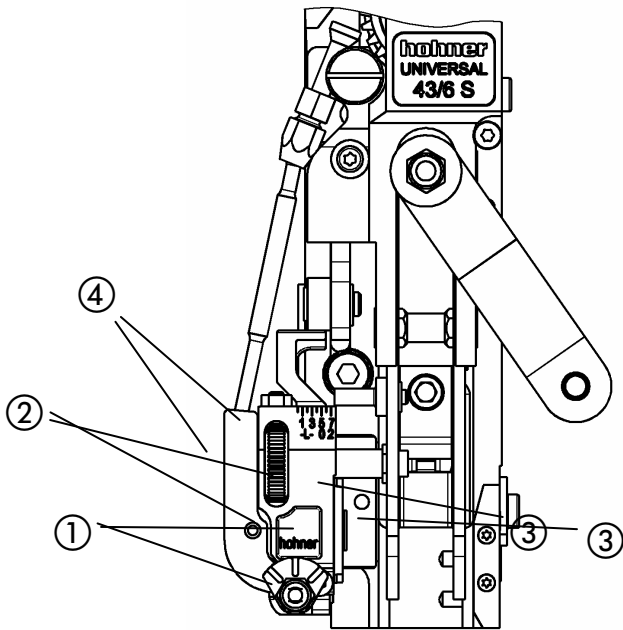
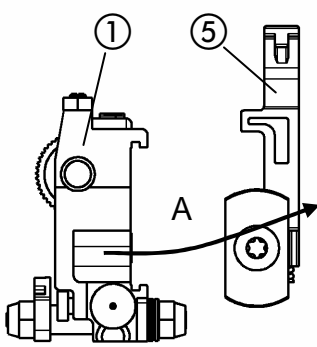

Fig. 31
Fig. 32
- Fig. 31 -
- Para cambiar la cuchilla desplazar hacia fuera la caja portacuchillas ① girando la moleta ② totalmente fuera de la guía ③ y retirar del cabezal cosedor.
- Fig. 32 -
- Sacar la guía deslizante de la cuchilla ⑤ de la caja portacuchillas ① (flecha A)
- Colocar la caja portacuchillas ① en la guía ③.
- Encajar la guía flexible del alambre en el manguito ④ de la caja portacuchillas.